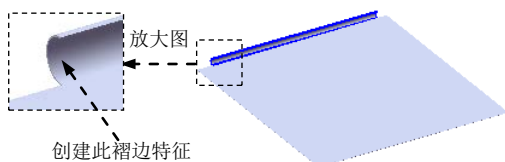
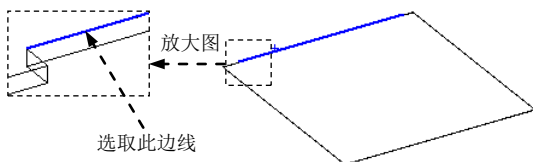

图 17.12.15 创建褶皱边 1
图 17.12.16 定义特征的边线
Step3. 创建图 17.12.15 所示的褶边 1。
(1) 选择命令。选择下拉菜单**插入(I)** → **钣金(B)** →  **褶边(F)...**命令，系统弹出“褶边”对话框。
(2) 定义特征的边线。单击**边线(E)**区域中的“折弯在外”按钮，选取图 17.12.16 所示的模型边线为生成褶边的边线。
(3) 定义褶皱边类型和大小。单击 **类型和大小(T)** 区域中“滚轧”按钮 。在  文本框中输入角度值 180, 在  文本框中输入数值 6.0。
(4) 单击  按钮, 完成褶皱边 1 的创建。